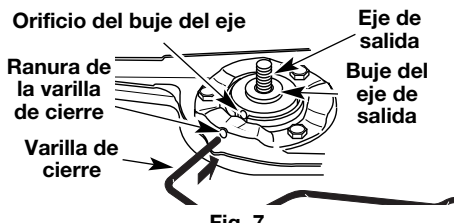
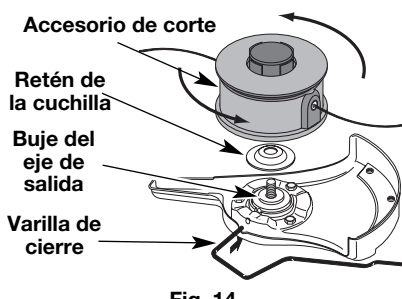

Fig. 7
Fig. 14
1. Alinee el orificio del buje del eje con la ranura de la varilla de cierre e inserte la varilla de cierre en el orificio del buje del eje (Fig. 7).
6. Alinee el orificio del buje del eje con la ranura de la varilla de cierre e inserte la varilla de cierre en el orificio del buje (Fig. 7).
5. Alinee el orificio del buje del eje con la ranura de la varilla de cierre e inserte la varilla de cierre en el orificio del buje del eje (Fig. 7). Coloque el retén de la cuchilla en el eje de salida con la superficie plana contra el buje del eje de salida según se ilustra en la Fig. 14. Enrosque el accesorio de corte en sentido antihorario en el eje de salida. Ajuste bien.